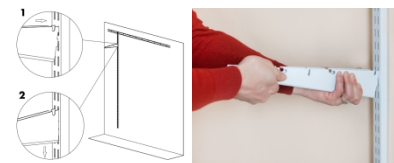

Рис.3
1. Вставляем кронштейн в специальные пазы в направляющей на запланированном расстоянии на выбранной высоте (рис. 3)